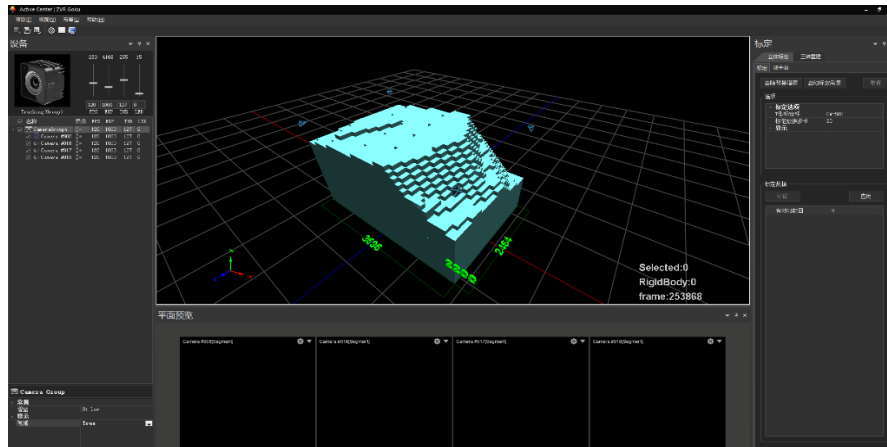

图 1.1.22 有效区域显示界面
(3) 点击视域，选择 True。出现如下图的有效立体区域显示。包含区域的长、宽、高信息如下图 1.1.22 所示。